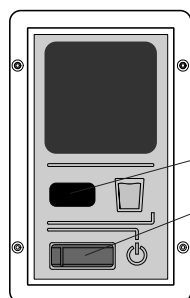

Fig. 10: Kontrollpanel AD, S-versjonen
3. Slå av avfukteren med strømbryteren. Trykk deretter på på/av-bryteren **E-versjonen** (fig. 9, pos. 5), S-versjonen (fig. 10, pos. 2) på kontrollpanelet. Hvis avfukteren er riktig tilkoblet og fuktigheten på stedet er høyere enn den innstilte fuktighetsverdien (**bare E-versjonen**), begynner avfukteren å arbeide.
1. Slå av avfukteren med på/av-knappen (fig. 9, pos. 5) og (fig.10, pos. 2).